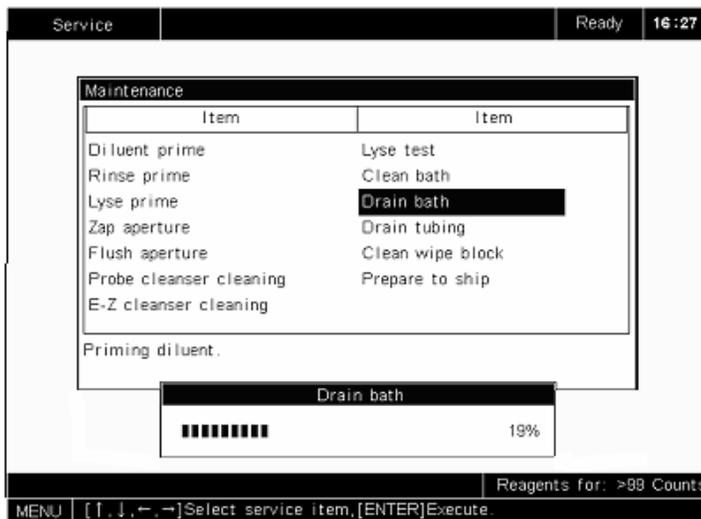

Рисунок 10-23 Первичная промывка дилуэтом
4. Проверьте кювету и трубки на наличие оставшейся жидкости. Если оставшейся жидкости нет, нажмите [ENTER], чтобы промыть кювету дилуэтом, как показано на **рис. 10-23**. Когда первичная промывка выполнена, анализатор вернётся в исходное состояние;